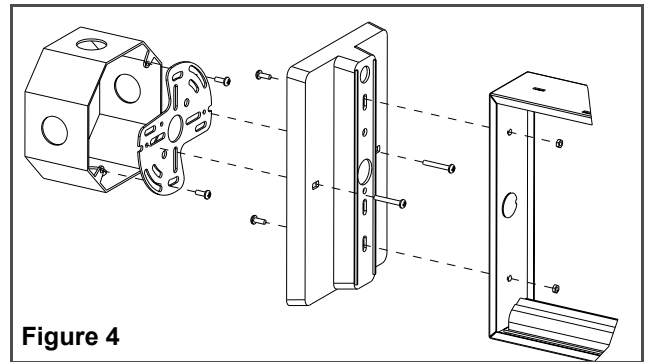

Figure 4
- b. Assembler le pavillon à l'enseigne à l'aide des vis #8-32 x 3/8" et des écrous à rondelle dentée (voir fig. 4).